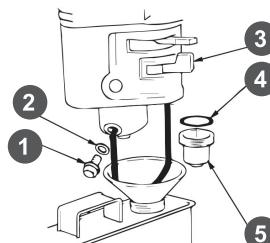

Рис. 23 Обслуживание фильтра-отстойника
1. Установите рычаг топливного крана 3 в положение «ЗАКРЫТО» (Рис. 23).
3. Открутите болт 1 сливного отверстия и слейте топливо из поплавковой камеры карбюратора (Рис. 23).
4. Открутите стакан отстойника 5, вылейте из него топливо в заранее подготовленную емкость (Рис. 23).
- Слейте топливо из топливного бака и карбюратора (Рис. 23).